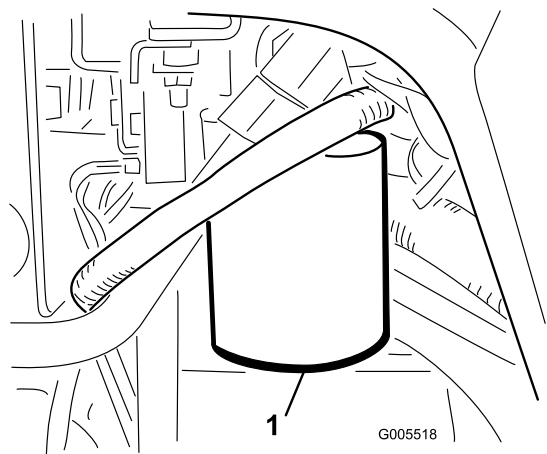

Figure 56
1. Nettoyez la surface autour de la surface de montage du filtre (Figure 56). Placez un bac de vidange sous le filtre et enlevez le filtre.